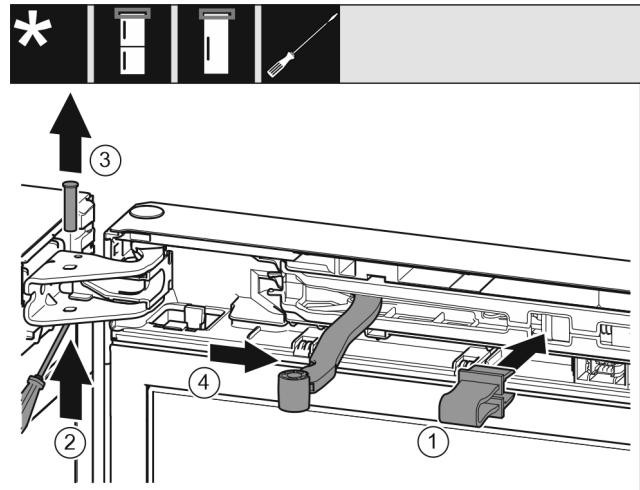

Fig. 9
- Sicherung in Öffnung einrasten. Fig. 9 (1)
- Bolzen mit Schraubendreher herausschieben. Fig. 9 (2)
- Bolzen nach oben herausnehmen. Fig. 9 (3)
- Gelenk in Richtung Tür drehen. Fig. 9 (4)